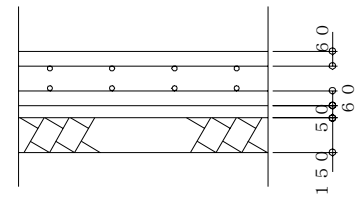

図3
⑤—7 ベース配筋
- ① 捨てコンクリートが固まった後、配筋のため墨出しを行います。
- ② 配筋使用は施工図に従ってください。ベース配筋は通常D13を使用し、主筋、配筋ともピッチ200の配筋とします。また、カブリ深さは60mmとします。（図3参照）